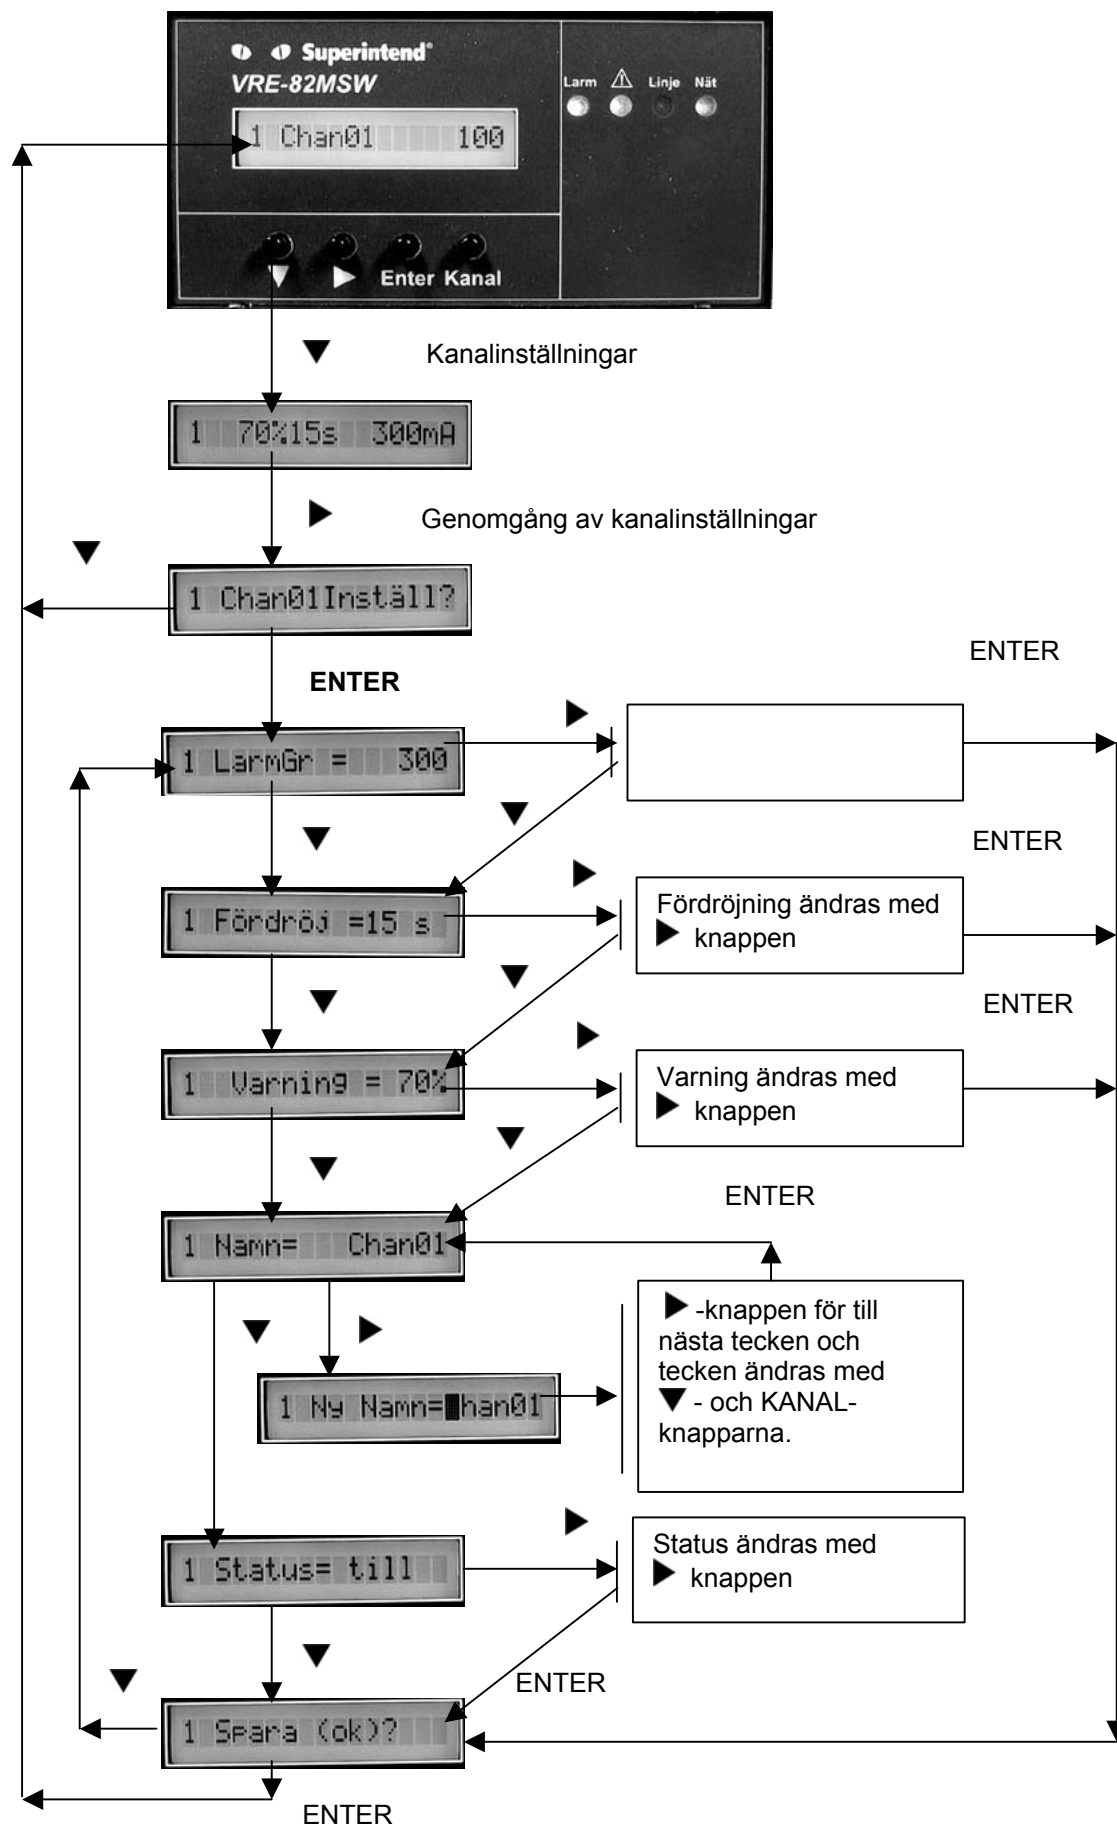

Bild 4.3 Mätpunktsprogrammering
Vid planeringen av mätpunktsinställningar och då man gör installationsinstruktioner har man hjälp av den bifogade tabellen "MÄTPUNKTSINSTÄLLNINGAR" (se sista sidan). Följande bild 4.3 visar på ett överskådligt sätt programmeringens förlopp och med början från avsnitt 4.2.2 förklaras varje inställning separat.
För inställning av larmgräns går man med KANAL-knappen till visning för den kanal, vars inställningar man vill ändra. Sedan får man fram gällande inställningar med ▼-knappen. Då man därefter trycker på knappen ► frågar apparaten: "Inställning?". Genom att till svar trycka på ENTER kommer man till inställningarna, där man går fram steg för steg med ▼-knappen. Inställningsvärdet kan ändras med att trycka på ►-knappen varvid inställningsvärdena stiger efter en logaritmisk skala (5, 6, 7, 8, 9, 10, 12, 15, 20, 30, 40, ...10000). Inställningsvärdena lagras vid punkten "Spara (OK)", då alla ändringar lagras samtidigt. Om man har ändrat endast ett inställningsvärde kan man efter ändringen genom att trycka två gånger på ENTER komma direkt till slutlagringen (se bild 4.3 schema för mätpunktsinställningarna).